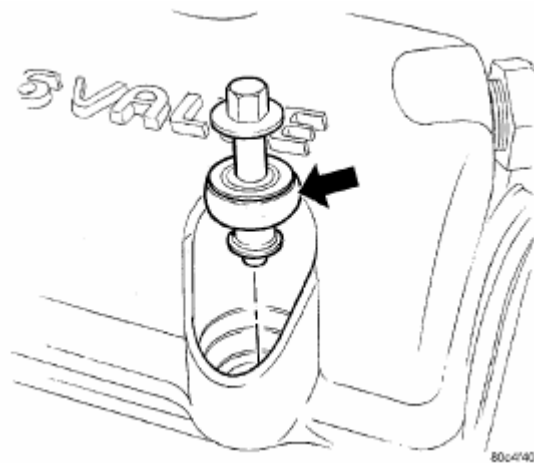

Рис. 23. Болтовой узел крышки головки блока.
- (2) Заменить болтовые узлы крышки головки блока (Рис. 23).